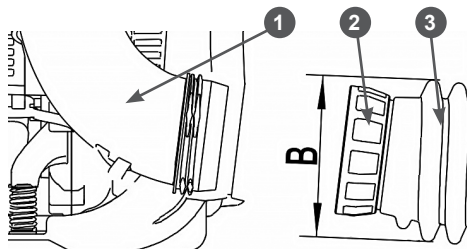

Рис. 3. Соединение трубы вентилятора и гофрированной трубы
1. Соедините стопорную гайку 2 на гофрированной трубе 3 с трубой 1, установленной на корпусе вентилятора (Рис. 3).
Обратите внимание, что при установке гофрированной трубы размер В (Рис. 3) больше диаметром, чем размер А (Рис. 4).